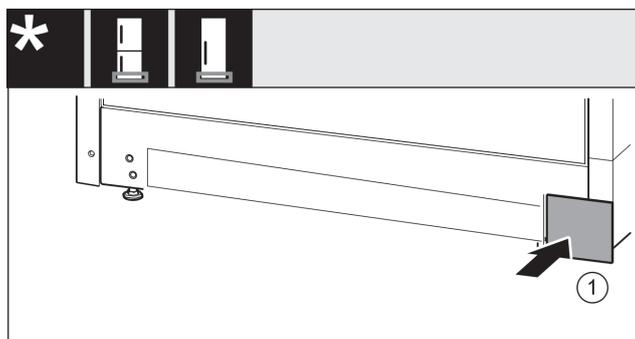

Fig. 37
- ▶ Vuelva a colocar la cubierta en el otro lado. *Fig. 37 (1)*